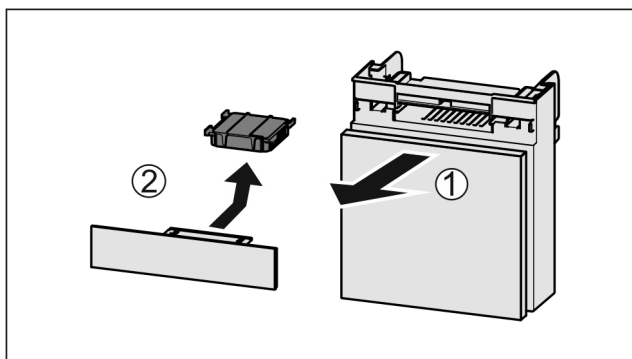

Fig. 185
- ▶ Trekk ut Fig. 185 (1) hyllen fremover.
- ▶ Ta ut Fig. 185 (2) aktivkullfilteret.